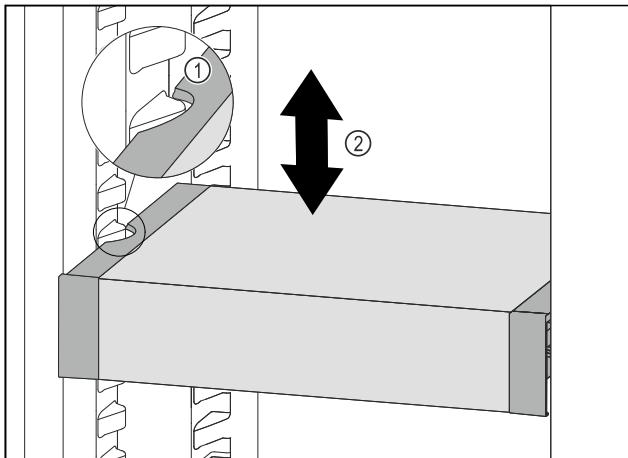

Fig. 146
- Изтеглете VarioSafe напред, докато страничните прорези на VarioSafe се намират на височината на реброто на съда в хладилната част. Fig. 146 (1)
- Преместете VarioSafe нагоре или надолу в хладилната част, докато се достигне желаната височина. Fig. 146 (2)